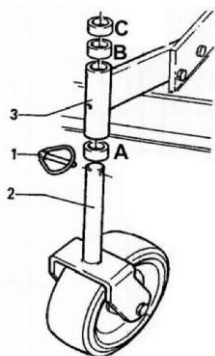

Рис. 3. Регулировка высоты среза
2. Регулировка высоты среза осуществляется путем изменения высоты опорных колес (см. рис. 3). Для изменения этой высоты необходимо вынуть пружинный шплинт 1 и, перемещая дистанционные втулки А, В, С, выставить необходимый параметр. Для увеличения высоты среза необходимо увеличить количество этих втулок на нижней части стержня 2 прежде чем надеть на него рычаг 3, для уменьшения – наоборот.